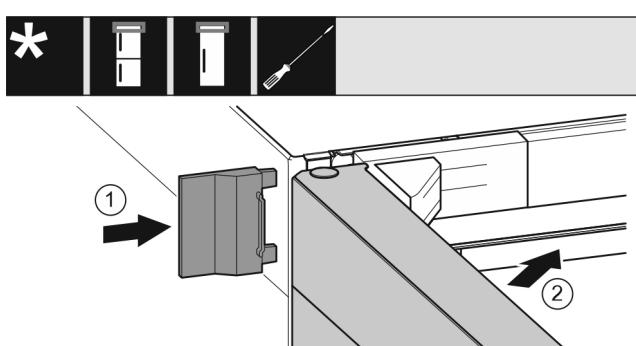

Fig. 28
- Ωθήστε το ξωτερικό κάλυμμα Fig. 28 (1).
- Κλείστε την επάνω πόρτα Fig. 28 (2).